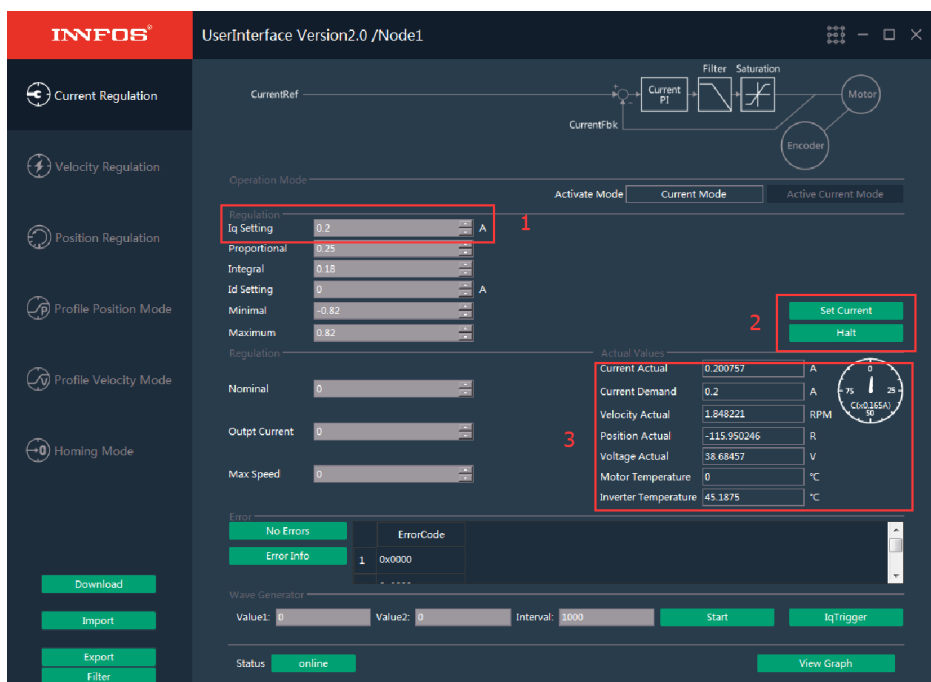

图 13
- 1) 在 “Iq Setting” 中输入电流值大小 (图 13 中 1 处) ，按回车键或 “Set Current” 键，微伺服开始输出相应扭矩。若负载不够大，微伺服会高速运转。
- 2) 微伺服开始转动后，在状态值栏可以看到当前微伺服的各项参数值，如图 13 中 3 处
- 3) 按 “Halt” 键可停止微伺服的转动，图 13 中 2 处